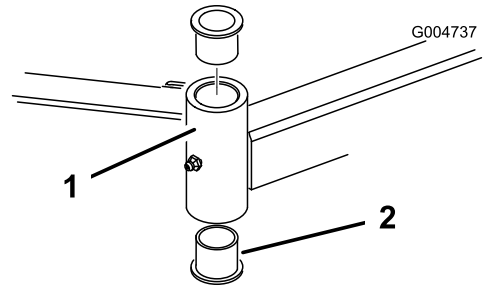

Figura 22
4. Inserte un botador fino en la parte superior o inferior del tubo de montaje y dé golpes hasta retirar el casquillo del tubo (Figura 22). Retire también el otro casquillo del tubo. Limpie el interior de los tubos para eliminar toda suciedad.